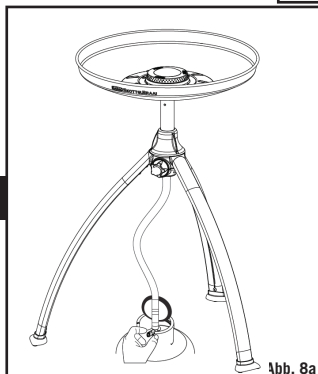

Abb. 8a
- Passen Sie die Flamme dem benötigten Hitzegrad durch Drehen des Kontrollknopfes (K) im Uhrzeigersinn an, um die Hitze herabzusetzen und durch Drehen entgegen dem Uhrzeigersinn, um die Hitze zu erhöhen. (Siehe Abb. 8a und 8b).
- Nach Gebrauch zuerst das Ventil am Gasbehälter schließen (soweit anwendbar). Nachdem die Flasche gelöscht ist, schließen Sie das Ventil (K) am Gerät, indem Sie den Kontrollknopf (K) vollständig im Uhrzeigersinn drehen.
Den Grill mit einem Streichholz oder Grillanzünder starten (siehe Abb. 8a und 8b)